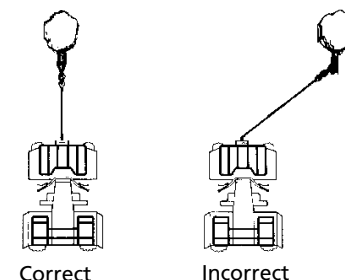

Figure 6
13. ÉVITEZ LES TREUILLAGES CONTINUS EFFECTUÉS À DES ANGLES EXTRÊMES car ils enrôleront le câble sur un côté du tambour (Fig. 6). Ceci peut coincer le câble dans le treuil et endommager le câble ou le treuil.